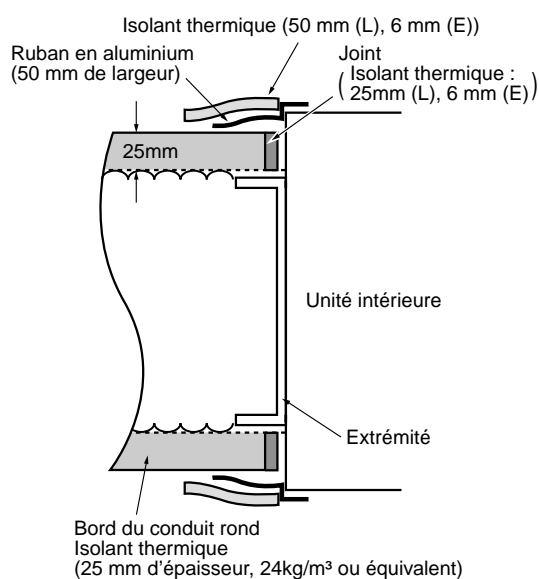

Fig. 1
2. Raccordez la bride et chaque type de conduit. (Fig. 1)